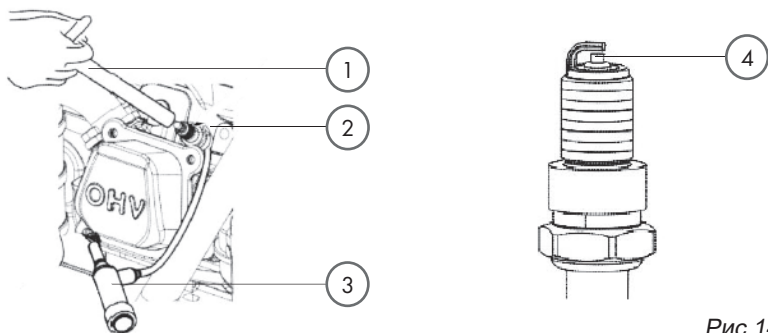

Рис. 14
2. Снять колпачок свечи зажигания (3) (рис. 14).
3. Использовать свечной ключ (1), чтобы выкрутить свечу зажигания.
5. С помощью щупа проверить зазор между контактами свечи (4). При необходимости отрегулировать зазор, осторожно подгибая боковой электрод.